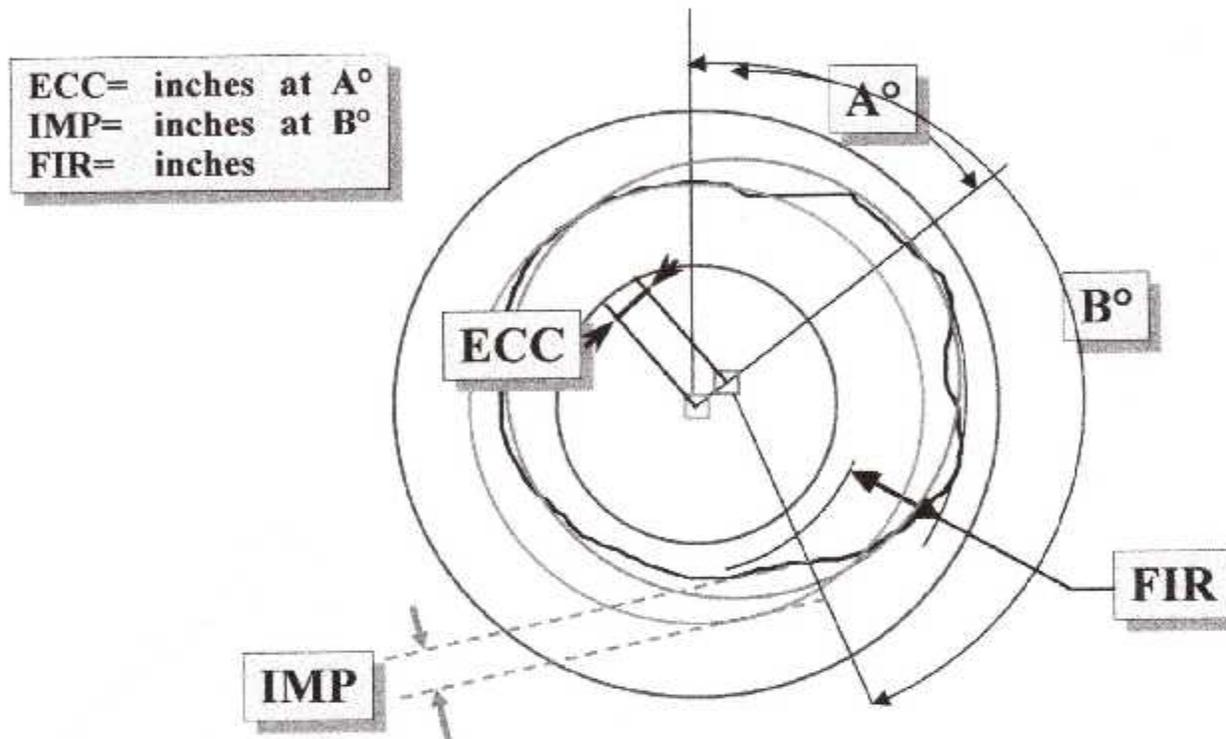

Fig. IV. 14. : Les Paramètres de la Concentricité
- CERCLE MOYEN est présenté en vert. Ce cercle montre la cible. Si tous les points sont égaux, le point cercle du diagramme (noir) sera sur le cercle moyen (vert). (fig. IV. 14).